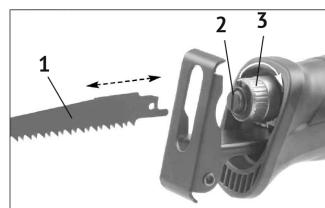

рис.3
- повернуть по часовой стрелке муфту быстрозажимного самофиксирующегося патрона (рис.3 поз.3);
- вставить пилку (рис.3 поз.1) в отверстие пилкодержателя (рис.3 поз.2) до упора и отпустить муфту;